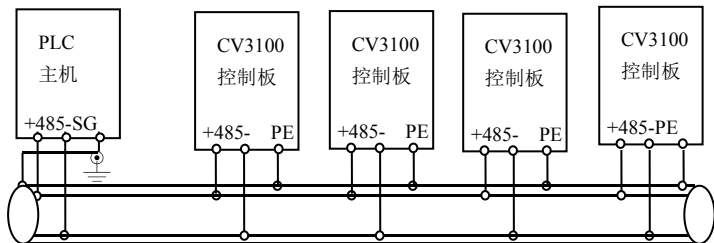
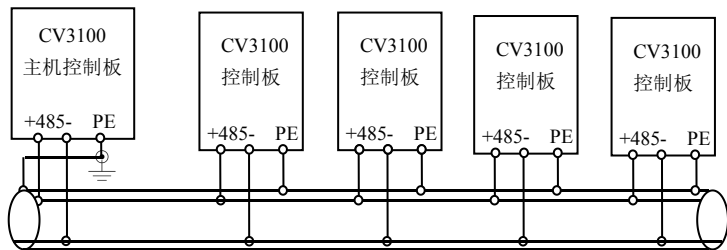

图 3-25 PLC 与变频器多机通信时的接线图(变频器、电机全部良好接地)
图 3-26 变频器多机通信时的接线图(变频器、电机全部良好接地)
(3) 多台变频器可通过 RS485 连接在一起，由 PLC (或上位机) 作主机控制，如图 3-25 所示，也可以其中一台变频器作主机，其它变频器作从机，如图 3-26 所示。随着连接台数的增加，通讯系统更容易受到干扰，建议按如下方式接线：